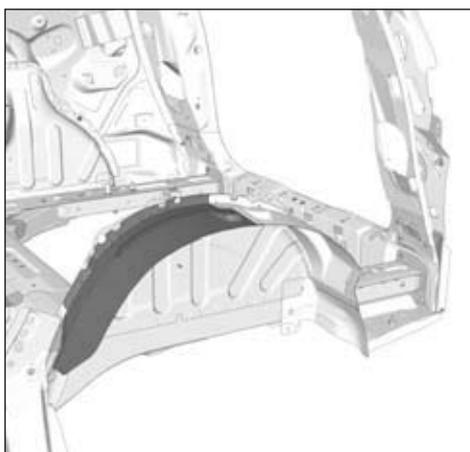

FIG. 159
- Respecter les ligne de coupe (Fig.159).